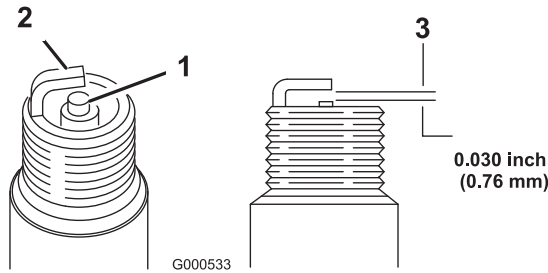

Bild 30
2. Klemmen Sie das Zündkabel von der Zündkerze ab (Bild 30).
5. Stellen Sie den Elektrodenabstand auf 0,76 mm ein (Bild 30).